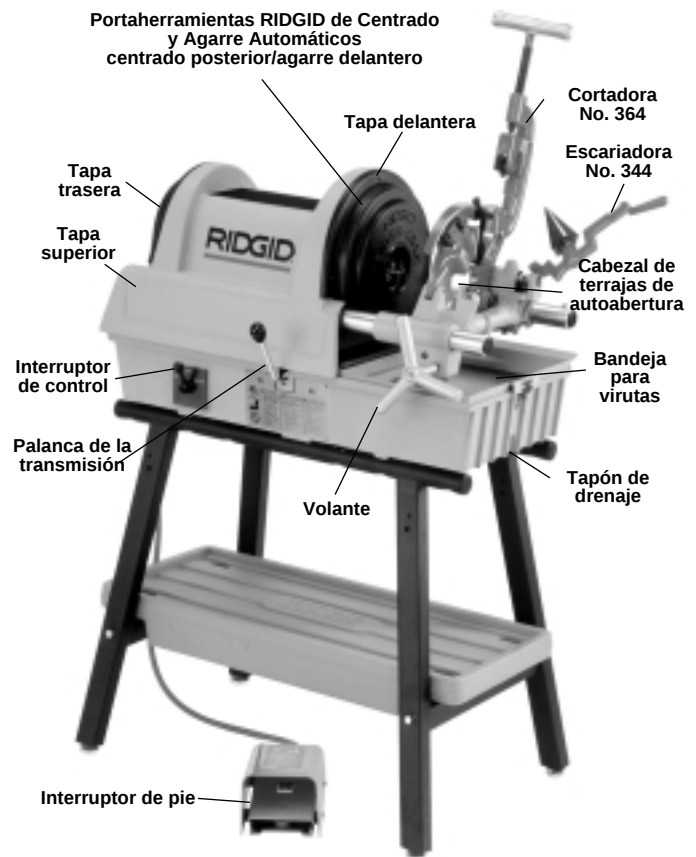

Figura 7 – Máquina Roscadora Modelo 1822-I
1. Asegure que la Roscadora esté desenchufada y que su conmutador se encuentre en la posición de OFF (apagado) (Figura 7).
4. Asegure que el interruptor de pie esté presente y acoplado a la Roscadora. (Figura 7).